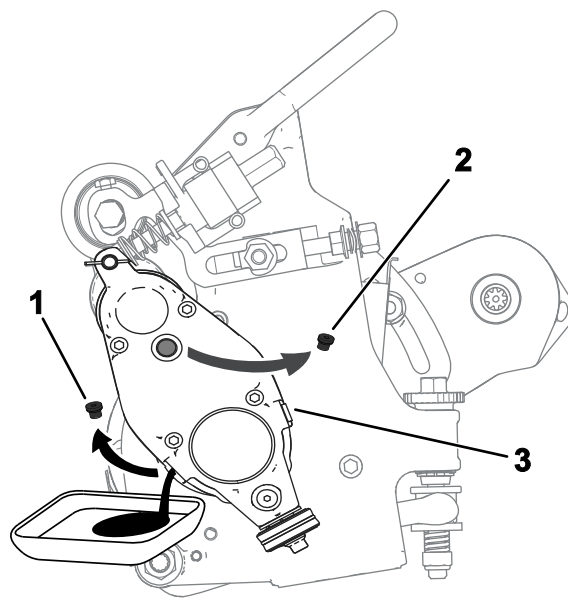

Рисунок 23
5. Наклоните режущий блок (как показано на Рисунок 23) так, чтобы сливное отверстие было внизу и можно было обеспечить полный слив.